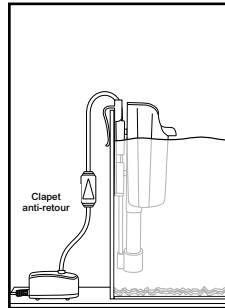

Fig. 5
5. Pour placer la pompe sur une surface inférieure au niveau d'eau de l'aquarium, installez un clapet anti-retour (vendu séparément) sur le tube entre l'aquarium et la pompe à air. Remarque : Le clapet anti-retour doit être fixé près de la buse de la pompe à air. Le clapet anti-retour empêche l'aspiration d'eau par la pompe à air en cas de panne électrique (Fig. 5).